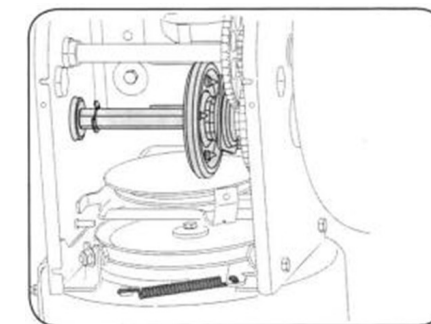

Рисунок 18
2. Нанести тонкий слой всепогодной многоцелевой смазки на шестигранный вал (см. рис. 18).